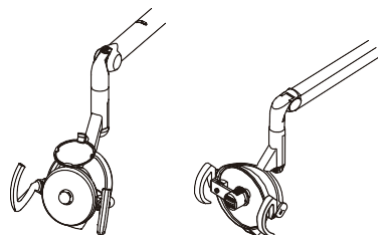

Fig.3-25 Lampada dentale
(8) Lampada dentale (Fig.3-25)